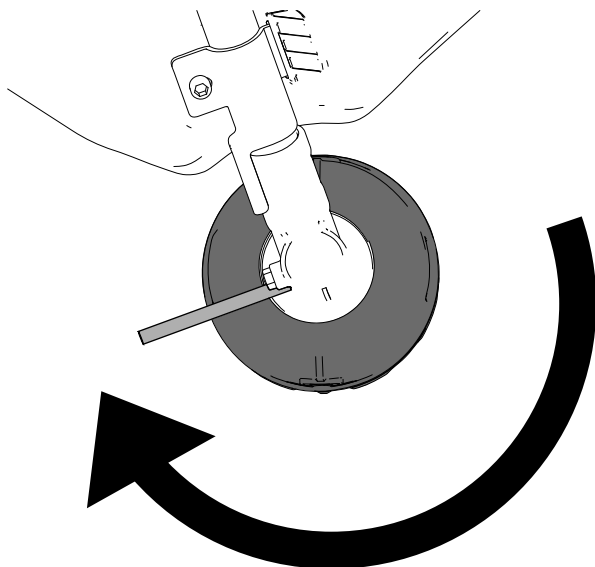

**Figure 15**
2. Alignez le creux dans la coupelle sur le creux dans le carter de la débroussailleuse (**Figure 15**).
3. Insérez la tige en métal fournie dans la coupelle et dans le trou du carter pour fixer la tête de coupe en place (**Figure 15**).